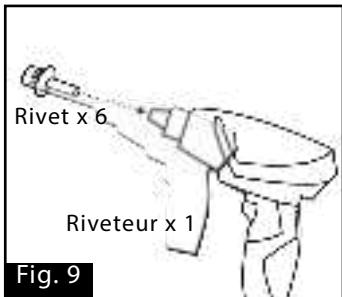

Fig. 9
1. Fixer les supports au lave-vaisselle : De haut en bas - De gauche à droite (Fig. 9).